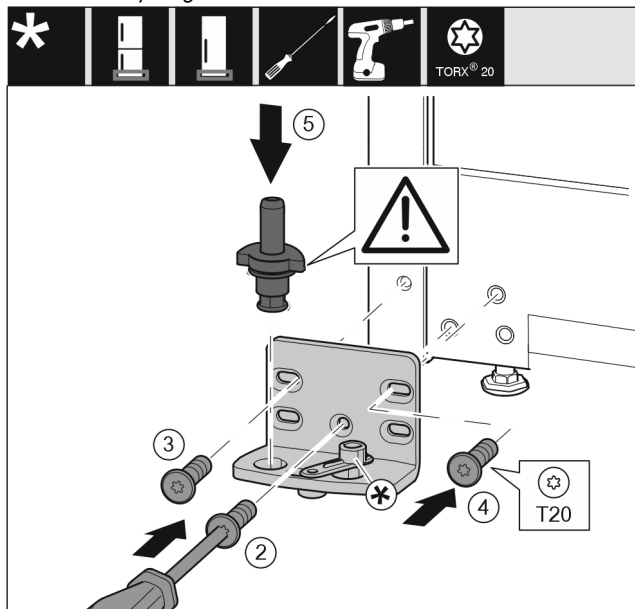

Fig. 48 *
- ▶ Nasadte ložiskovú konzolu na druhú stranu a priskrutkujte ju pomocou skrutkovača. Začnite skrutkou Fig. 48 (2) dole v strede.*
- ▶ Pevne utiahnite skrutku Fig. 48 (3) a skrutku Fig. 48 (4).*
- ▶ Úplne nasadte ložiskový čap Fig. 48 (5). Dbajte pritom na to, aby zaistovací doraz ukazoval smerom dozadu.*